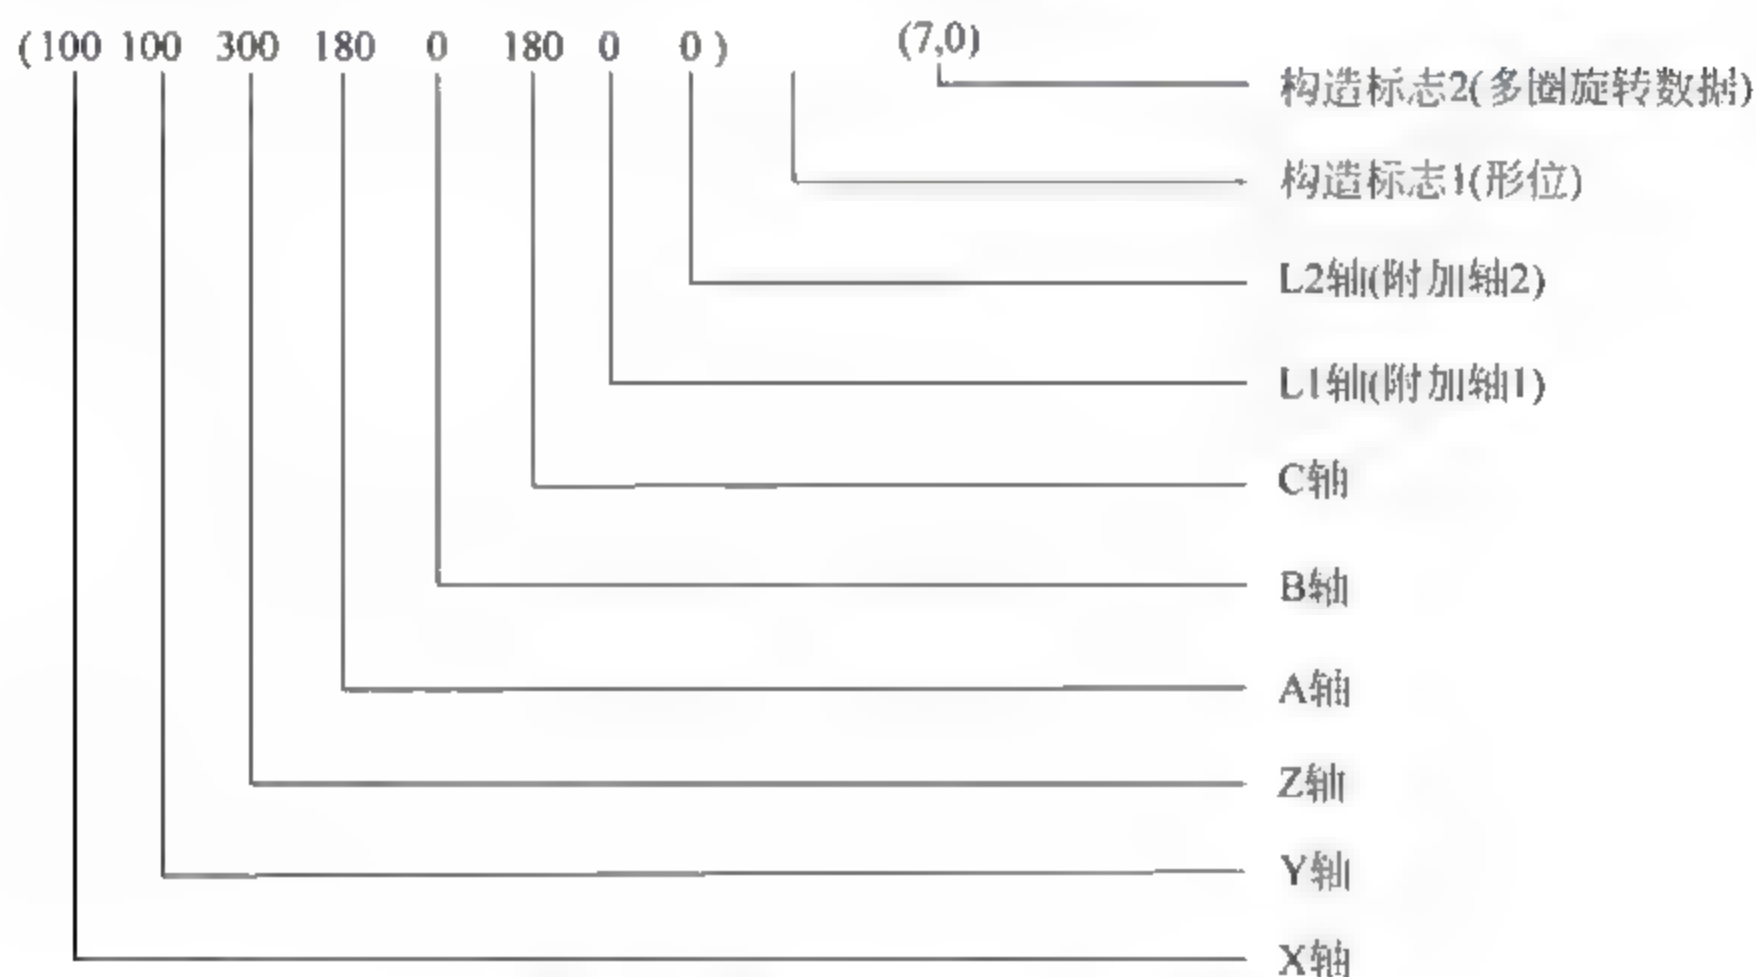
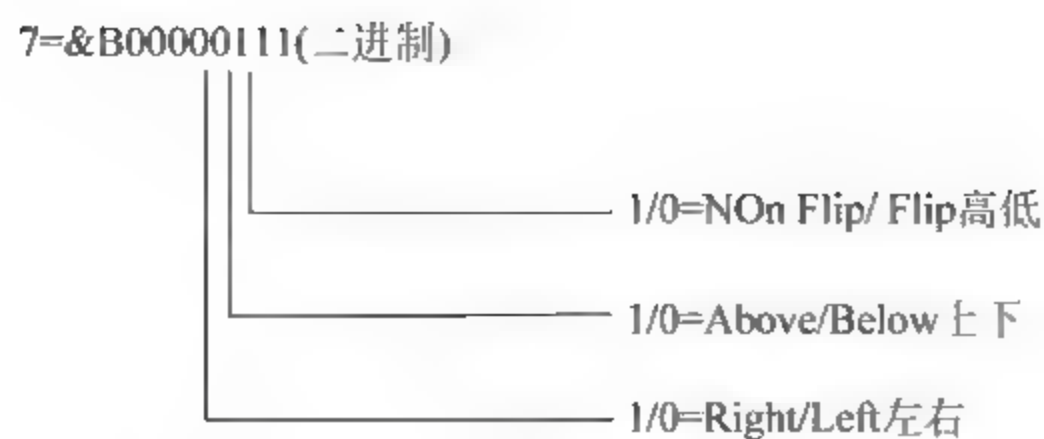

图 11-4 表示“位置点”的 8 个数据
图 11-5 表示 FL1——结构标志的二进制数
如图 11-4 和图 11-5 所示，“位置点”由以下几个数据构成。
(1) FL1 ——结构标志(上下左右高低位置)。用一组二进制数表示,“上下左右高低”用不同的 bit 表示,如图 11-5 所示。